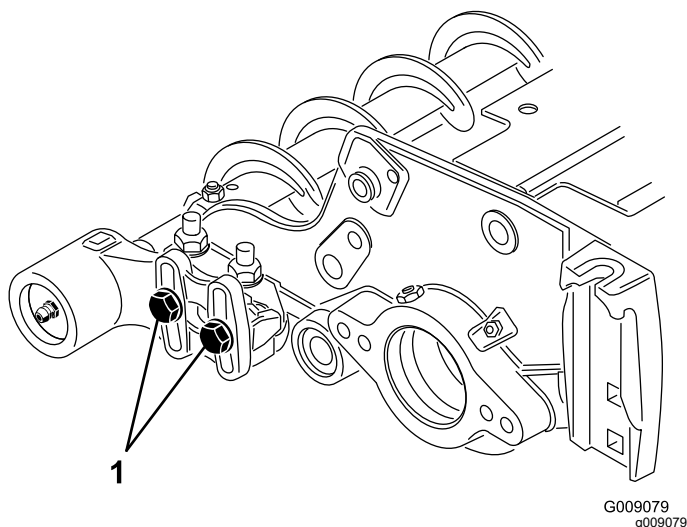

Рисунок 13
15. Ослабьте затяжку 2 болтов крепления каждого из корпусов подшипника щетки катка к монтажному кронштейну щетки катка (Рисунок 12 и Рисунок 13).